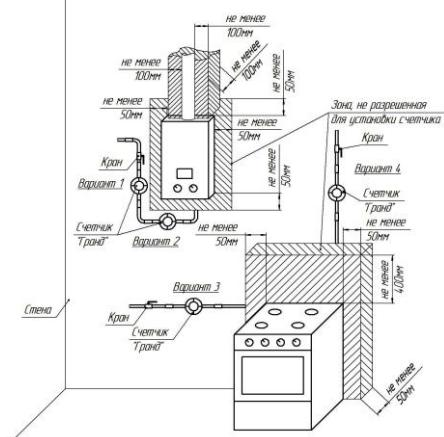

Рисунок 2
5.4.1 Установить счетчик на вертикальном или горизонтальном участке газопровода (рисунок 2). **ВНИМАНИЕ! Запрещается устанавливать счетчик над источником тепла или открытым пламени! Направление стрелки на корпусе счетчика должно совпадать с направлением потока газа в газопроводе.** Допускается установка счетчика в любом удобном для потребителя положении, не противоречащем правилам установки и монтажа газового оборудования. Наличие прямых участков до и после счетчика не требуется.